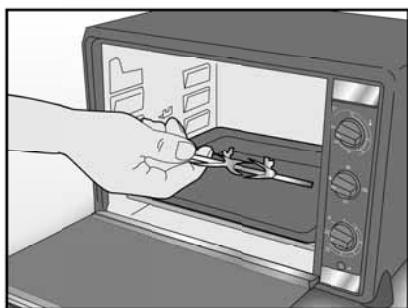

Fig. 3
- Fare scivolare uno dei forchettoni sullo spiedo (E) (le due punte verso l'interno) e avvitare per bloccarlo. Legare con lo spago l'arrosto (carne, pollo, ecc.) e infilzarlo facendo attenzione a centrare bene la carne, poi fare scivolare il secondo forchettone con la punta sempre verso l'interno. Svitare se necessario il primo forchettone per centrare l'arrosto sullo spiedo e bloccare i due forchettoni.
- Togliere la griglia (C) del forno e posare la leccarda (D) su un livello (F) inferiore al posizionamento dello spiedo (E).
- Introdurre l'estremità appuntita dello spiedo (E) nella cavità situata nella parete destra fissandola all'asse motore. Appoggiare l'estremità opposta sul supporto dello spiedo posizionato sulla parete sinistra (Fig. 3).
- Inserire la spina nella presa di corrente e, tramite la manopola selezione funzioni (H), selezionare l'apposito tipo di cottura: